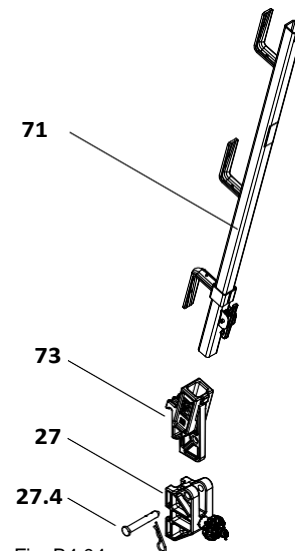

Fig. B4.04
1. Закрепете държача за стойка DUO (73) към конзолата DUO (27) с болтове и щифтове (27.4).
2. Закрепете свързващата скоба DUO (27) с Т-образен болт (10.3) в горната част на елемента.
5. Вкарайте стойката PP (71) в държача DUO. (Fig. B4.04)